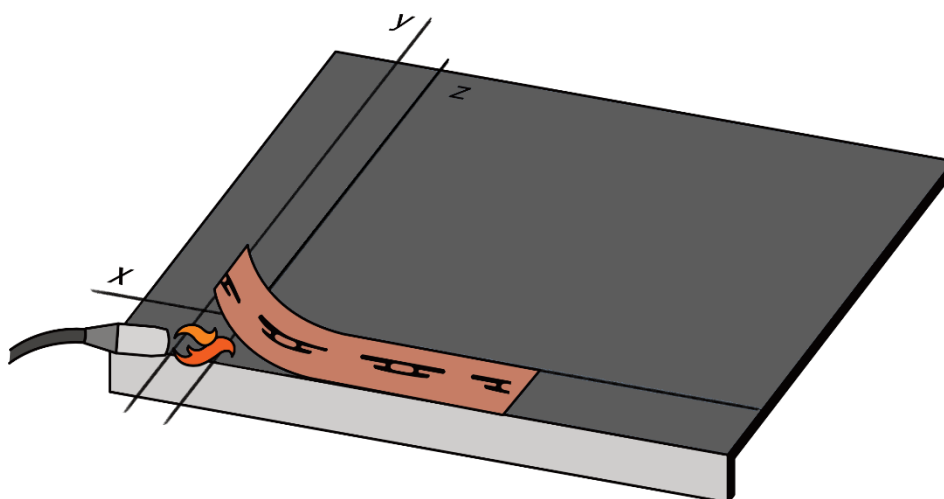

Fig. 16 – Installazione fila di partenza a fiamma
- Fissare le tegole della fila di partenza alla membrana usando la fiamma del cannello e sollevando un lato per volta della tegola con apposito strumento. Orientare la fiamma verso la membrana, in modo da portare a fusione solo quest'ultima. La parte retrostante della tegola sarà portata solo in temperatura – vedi Fig. 16. Abbassare quindi la tegola canadese e premere la stessa (ad esempio facendo pressione con un piede), per aiutare la compenetrazione dei bitumi dei due elementi: tegola e membrana.